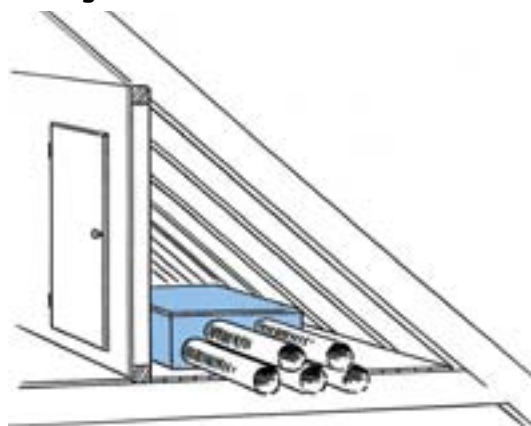

Fig. 5
- Liggende montage (fig. 5)
Liggende montage (fig. 5) på loftet kræver ingen beslag. Aggregatet bør ikke placeres lige over soverum pga. lyden. Monteres på et fast underlag (gips-/spånplade), der er i vater. Læg pladen på en supplerende fast plade af mineraluld, hvis der er behov for ekstra lyddæmpning.